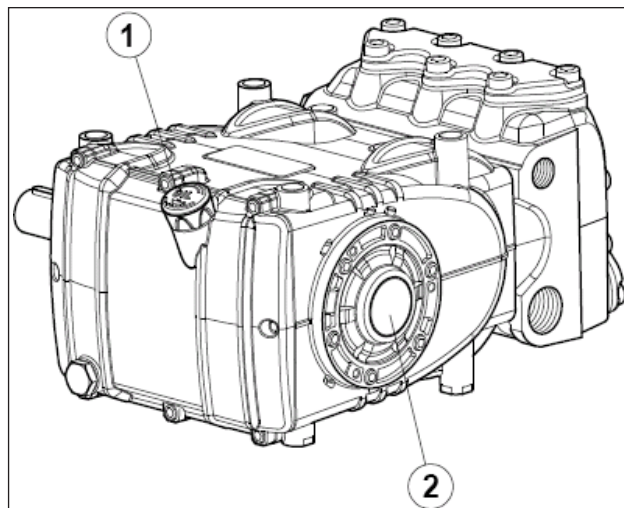

Рис. 14
- Масло в корпусе насоса находится на правильном уровне при проверке с помощью специального щупа (поз. ①, Рис. 14) или, только в исключительном случае, с помощью индикатора уровня (поз. ②, Рис. 14).